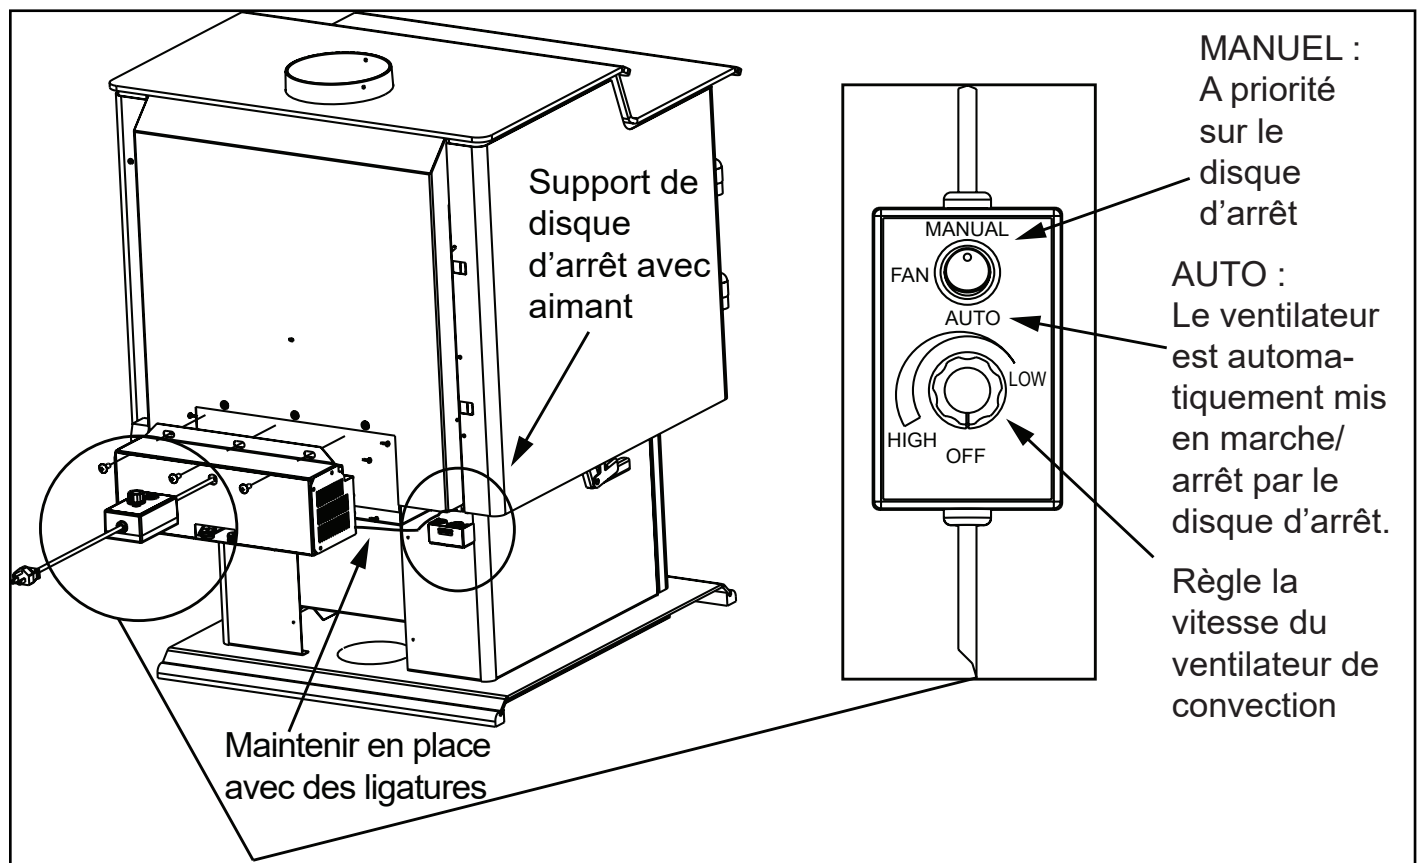

Figure 24.1
2. Alignez les trous de la bride de montage du ventilateur avec les trous sur l'appareil. Le ventilateur refoulant doit être placé sur le côté inférieur arrière du revêtement extérieur, comme illustré à la **figure 24.1**.